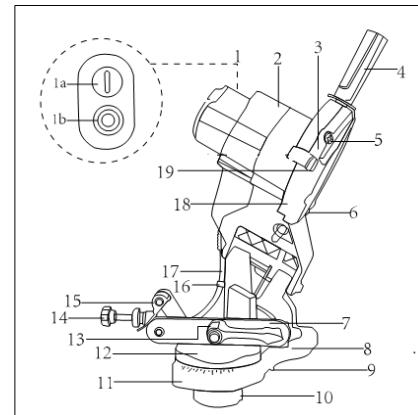
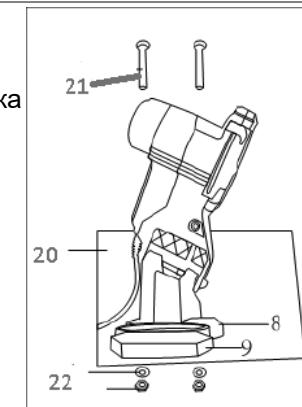
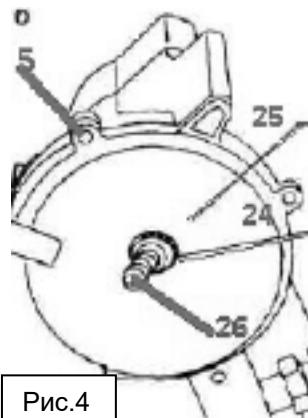

Рис.1
Рис.2
Рис.4
Расположите станок на рабочем столе, уперев выступы основания (9) (рис.1) в край стола. Разметьте на поверхности стола положение крепёжных отверстий. Просверлите отверстия. Прикрепите станок к рабочему столу (рис.2) через два крепежных отверстия в основании. Смонтируйте блок установки цепи (12) на основании (8) и накрутите снизу гайку (10). Прикрутите рукоять (4) к шлифовальной головке(2). (рис.1)
Открутите три винта (5) (рис.4) и снимите защитный кожух (3) (рис.1). Открутите гайку (24), прижимающую шлифовальный круг (25) (рис.4). Установите новый диск на фланец (26) (рис.4). Закрутите гайку (24) (рис.4). Чрезмерная затяжка может привести к повреждению или разрушению диска. Установите защитный кожух и прикрепите тремя винтами.